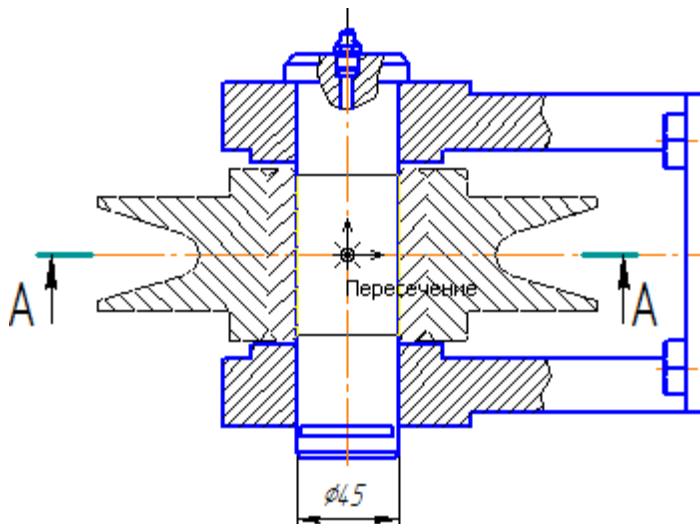

Рисунок 2
- С помощью привязки Пересечение укажите положение фантома на виде (рис.2).